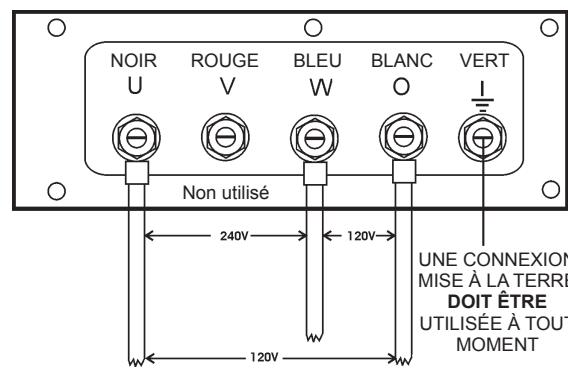

Figure 27. Cosses de sortie UVWO Connexions 1Ø-200/100V
2. Connecter les fils de charge aux bornes UVWO comme indiqué dans la Figure 27.